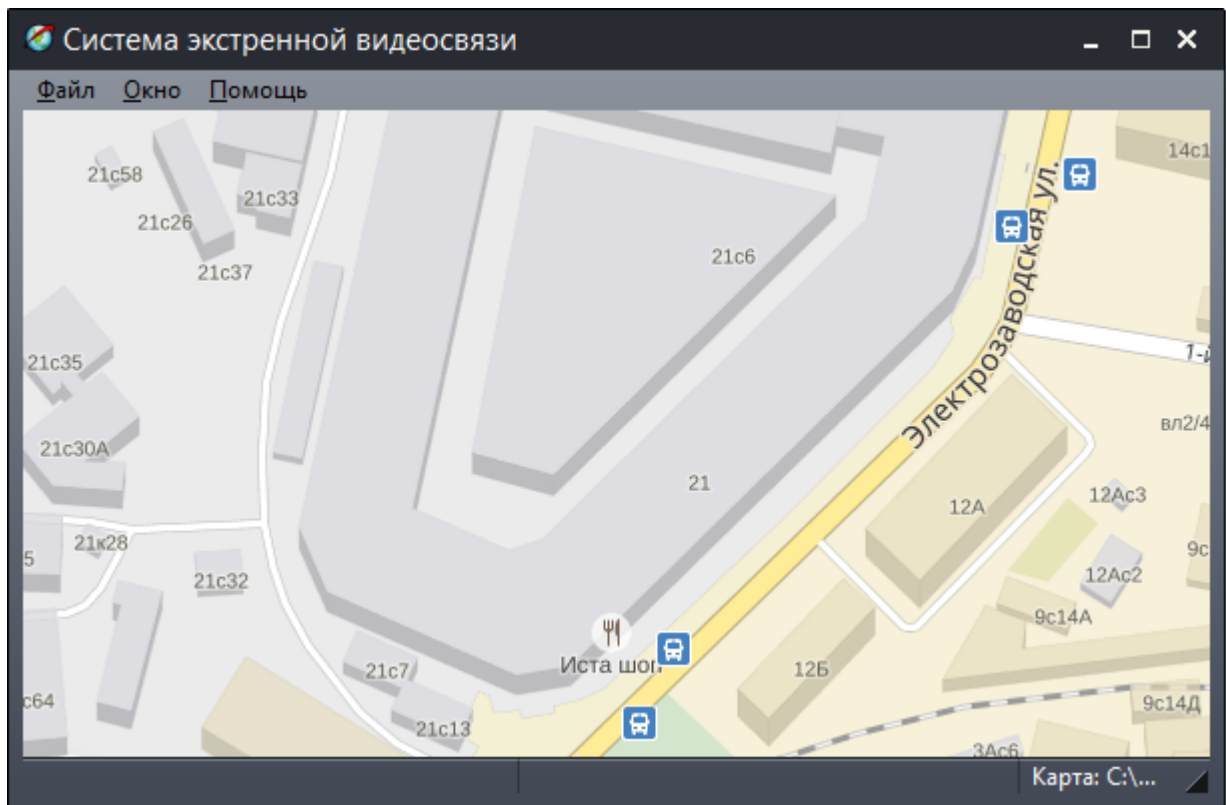

Рисунок 3 – Пример карты объектов
1. Создать карту переговорных устройств (рисунок 3).